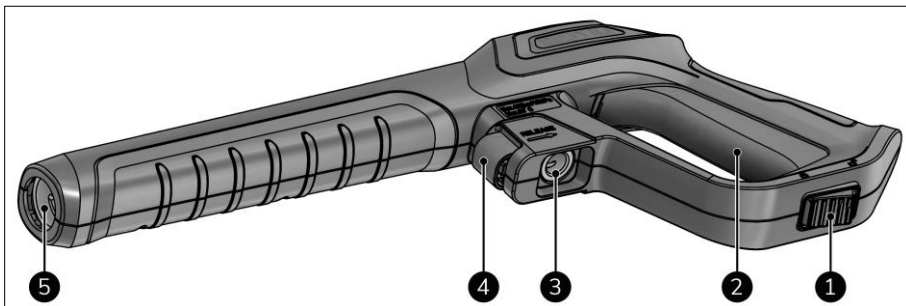

Figure 6
3. Débloquez le verrouillage de sécurité sous la gâchette (figure 6, pos. 1).
4. Appuyez sur la gâchette (figure 6, pos. 2) pendant plusieurs secondes pour évacuer l'air du tuyau.
3. Appuyez sur la gâchette (figure 6, pos. 2) et commencez à nettoyer.
1. Le cas échéant, relâchez la gâchette (figure 6, pos. 2).
2. Bloquez le verrouillage de sécurité sous la gâchette (figure 6, pos. 1).